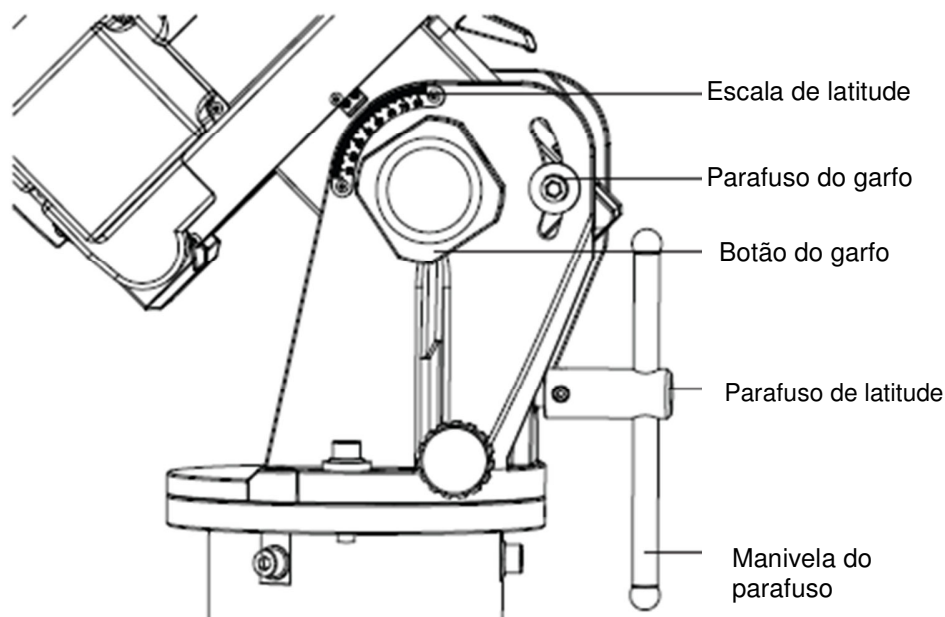

Fig. 2.1b
3. Solte os botões de aperto do garfo e parafusos (Fig. 2.1b) em ambos os lados da montagem EQ8, em seguida, aperte-os ligeiramente.
6. Instale a manivela de parafuso e ajuste em altitude para definir a marcação de latitude para indicar sua latitude local (Fig 2.1b).